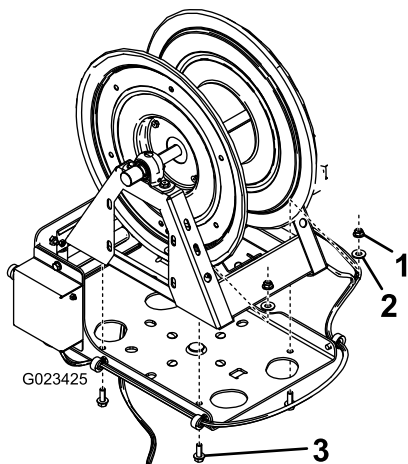

Figura 7
7. Fissate l'avvolgitubo alla parte girevole utilizzando 4 bulloni corti (3/8 poll.), 4 rondelle piccole e 4 dadi flangiati (3/8 poll.) come mostrato in Figura 7.